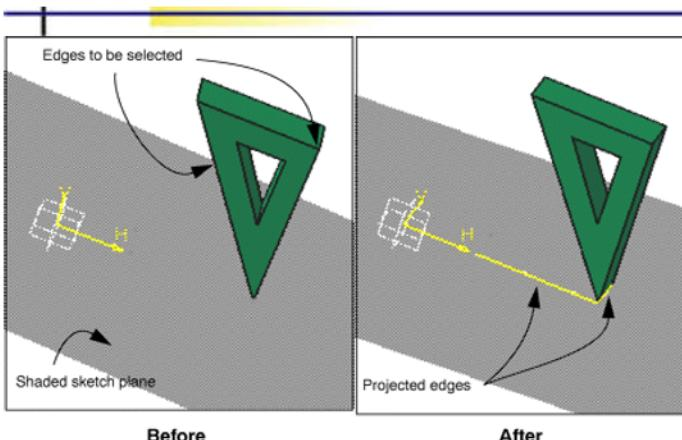

Fig.15. Optiunea Project 3D Elements
- Se selecteaza muchiile de proiectat în planul schitei (v. fig.15).